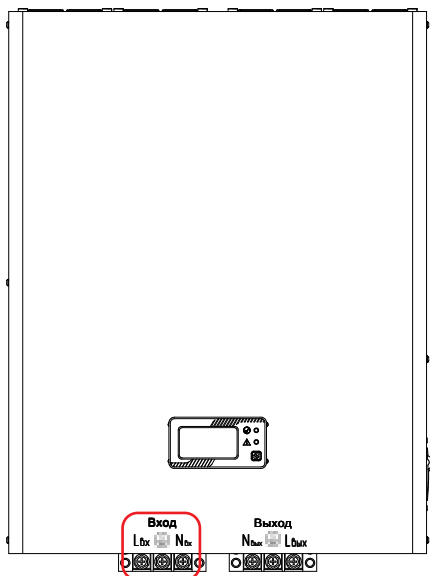

Рисунок 28. Стабилизаторы Штиль IS8000 и IS10000. Выводы «Вход L--N»
- у моделей IS8000, IS10000 с помощью выводов «Вход L--N» (**рисунок 28**).